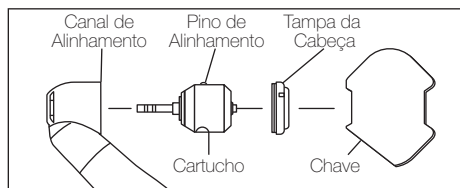

Fig. 9
- 3) Empurre a fresa falsa e o cartucho sairá facilmente da cabeça (Fig. 9).
- 1) Coloque o rotor novo com o pino guia alinhado ao canal do interior da cabeça da peça de mão e empurre até o fundo de forma reta (Fig. 9).